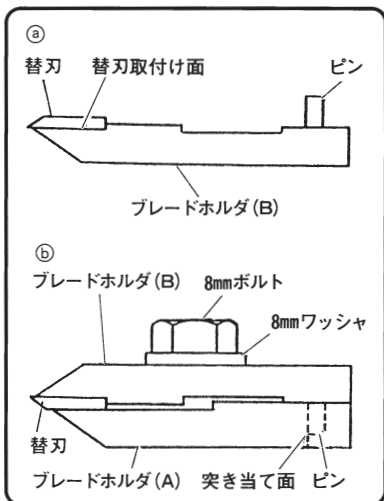

図 18
(2) 替刃
① ブレードホルダ(A)、(B)の替刃取付け面のゴミなどを布類でよくふき取ります。
② 替刃を図18の②のようにブレードホルダ(B)に合わせます。替刃はブレードホルダ(B)のマグネットにより落ちないようにになっています。
③ ブレードホルダ(B)を図18の③のように裏返してブレードホルダ(A)の突き当て面にピンを突き当て、ワッシャ、8mmボルトで固定します。